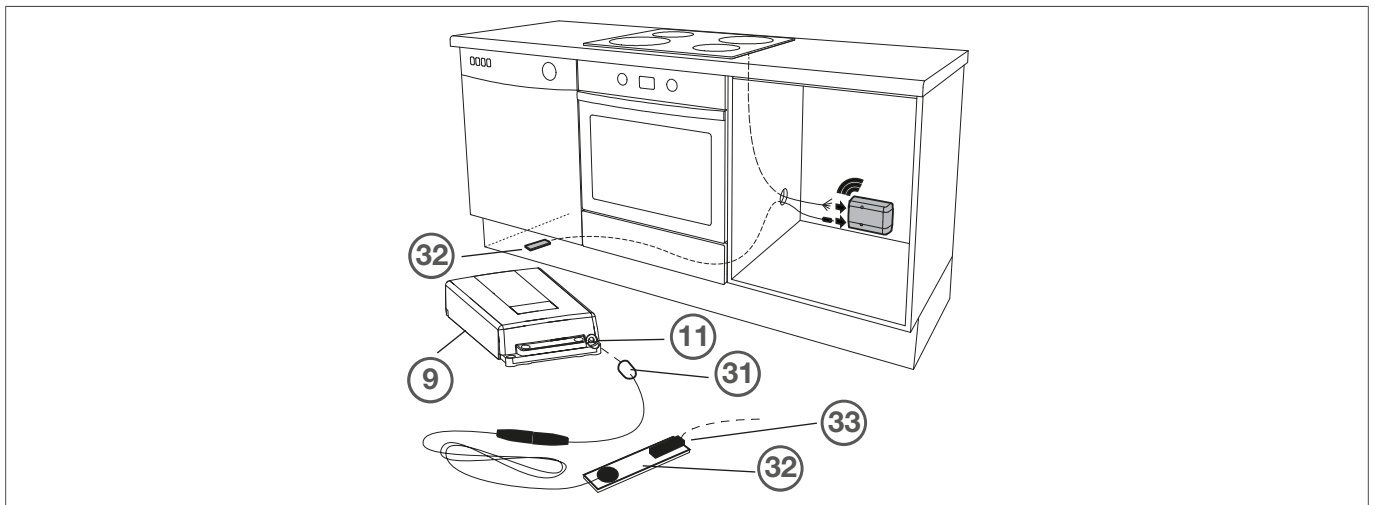

Figure 9: Montage du capteur de fuite d'eau
- ① Brancher la fiche du capteur de fuite (31) dans le raccord prise du coupe-tension (11).
- ② Poser le capteur de fuite d'eau (32) par ex. sous le lave-vaisselle (Fig. 9).
- ③ En option : Brancher un capteur de fuite d'eau supplémentaire au raccord prise (33) du capteur de devant (31).